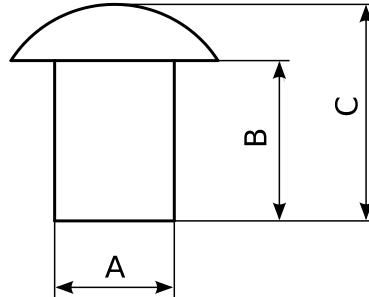

Abb. 35 Kunststoffschutzkappe für Bewehrungsstäbe
1.3.33. Kunststoffschutzkappen für Bewehrungsstäbe (Abb. 35)